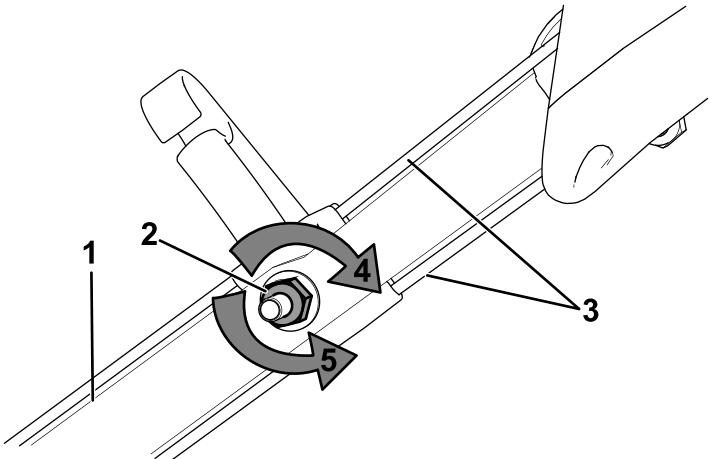

Figura 26
1. Rode a porca de ajuste no sentido contrário ao dos ponteiros do relógio para folgar os ajustes dos cabos (Figura 26).
2. Ajuste a tensão dos cabos (Figura 26) puxando-os para trás ou empurrando-os para a frente e mantendo a posição.